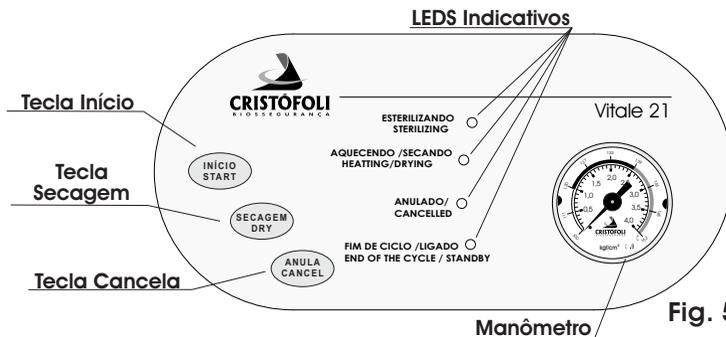

Fig. 5
- 4▶ **MANÔMETRO** - É onde são visualizadas as informações relativas à pressão e temperatura da autoclave. Localiza-se na parte direita do teclado de controle, (Fig. 5).